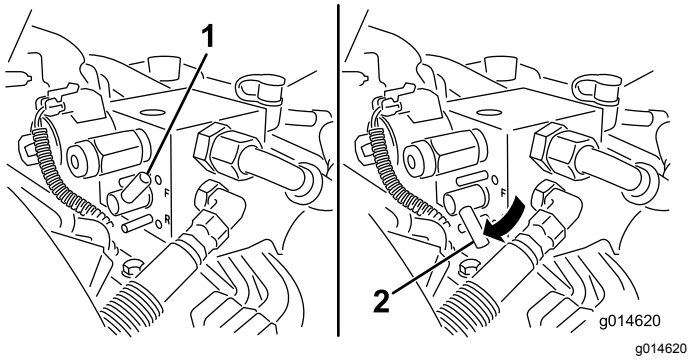

Bild 51
5. Drehen Sie den Lapphebel auf RÜCKWÄRTS (R) (Bild 51).